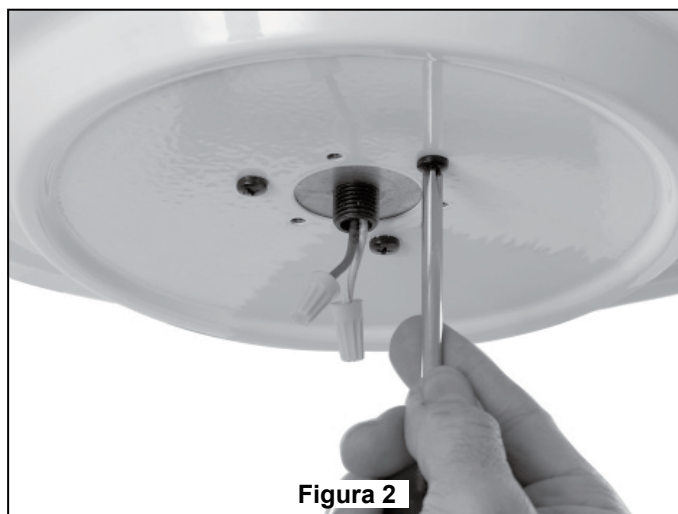

Figura 2
1. Perfore un orificio de 1/4" en la estructura del edificio para evitar grietas con la instalación del tornillo de intervalo. Utilice el tornillo de intervalo de 3/8"x 2" y la arandela plana para fijar el cable de seguridad a la viga del techo o a la estructura de madera. Dicho tornillo pasará a través de arandela plana, la presilla del cable de seguridad y se fijará en la estructura del edificio. (Figura. 2)
NOTA: el cable de soporte para techo no se puede asegurar solamente a la caja de conexiones; se debe asegurar directamente a la viga de techo o miembro estructural con el tornillo de cabeza cuadrada de 3/8"x2" y la arandela plana. (Figura 2)
- Deslice el receptor remoto en el soporte colgante. (Figura 2)